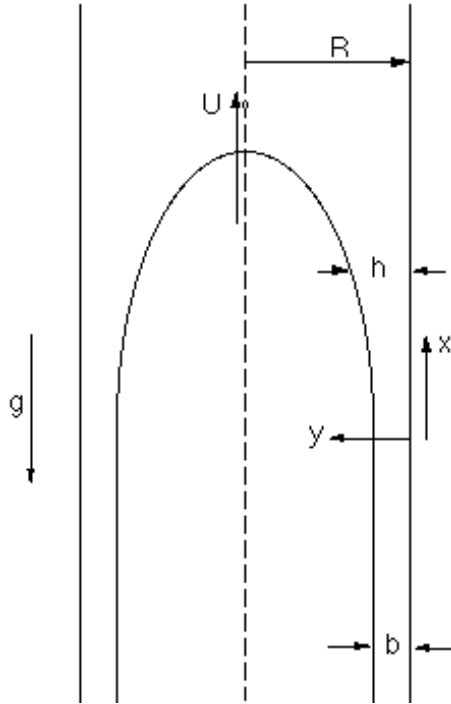

FIG. 5 – Schéma d'une longue bulle d'air remontant dans un tube rempli de liquide.
2. Suffisamment loin derrière l'avant de la bulle d'air qui remonte dans le tube à la vitesse  $U$ , le liquide s'écoule dans un mince film d'épaisseur  $b$  le long de la paroi du tube (fig. 5). On suppose que l'épaisseur  $b$  est beaucoup plus petite que le rayon  $R$  du tube.